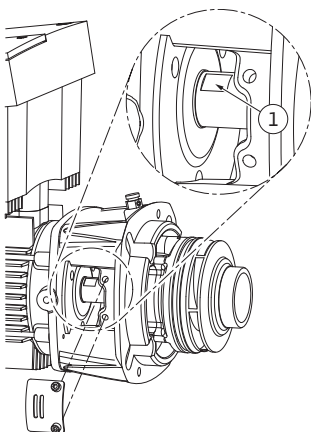

Fig. 54: Površine ključa na vratilu
15. Viljuškasti ključ, optimalne širine 22 mm, ubaciti u otvor laterne i površinom ključa učvrstiti vratilo (Fig. 54, poz. 1). Odvrnuti navrtku radnog kola (Fig. 7, poz. 15). Radno kolo (Fig. 7, poz. 16) se automatski izvlači sa vratila.
24. Prilikom montaže radnog kola, viljuškasti ključ, optimalne širine 22 mm, ubaciti u otvor laterne i površinom ključa učvrstiti vratilo (Fig. 54, poz. 1).